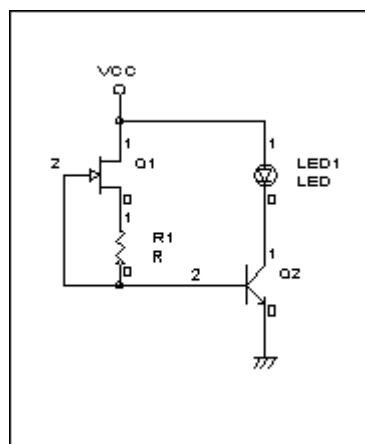

図3
3. 今回の回路は、図3です。FETで定電流を作り、トランジスタのベースに注入しています。定電流値とトランジスタのHfeを掛けると動作電流が計算できます。
上：図3 下：図4